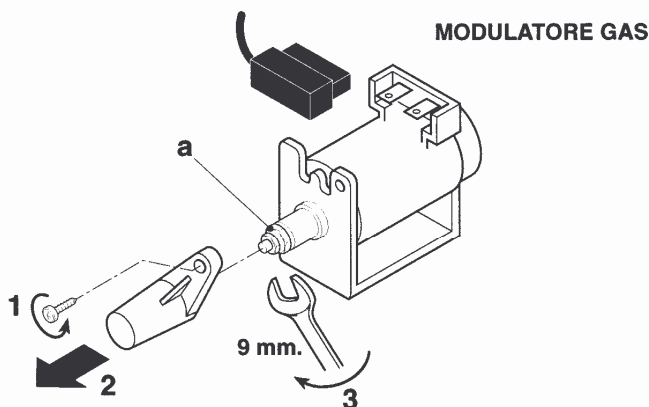

Fig. 30
- 7 - Levare la protezione in plastica del modulatore della valvola a gas (fig. 30);
- 12 - Tarare la pressione minima del gas al bruciatore staccando il connettore elettrico del modulatore ed agire quindi con una chiave da 9 sul dado **a** (fig. 30). La pressione dovrà risultare 6,5 mbar per il propano e 4,8 mbar per il butano. Questa operazione deve essere fatta con il bruciatore acceso;
- 12 – Tarare la pressione minima del gas al bruciatore staccando il connettore elettrico del modulatore ed agire con una chiave da 9 sul dado **a**, tenendo bloccato il dado **b** con una chiave da 7 (fig. 30). La pressione dovrà risultare pari a 2,15 mbar per i modello M 25A e di 2,3 mbar per i modello MF 25A. Questa operazione deve essere fatta con il bruciatore acceso;